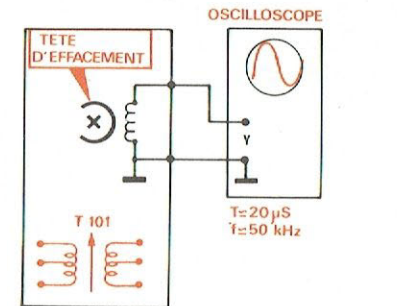

Fig. 22
C. RÉGLAGE DE LA FRÉQUENCE DE PRÉMAGNÉTISATION (Fig. 22)